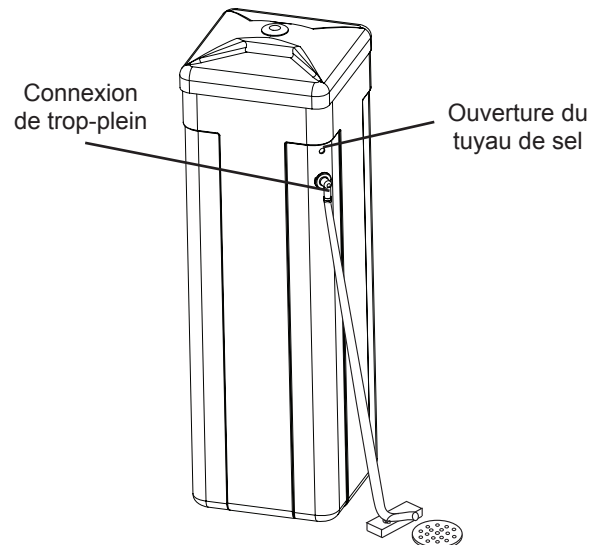

Figure 10 Connexions de tuyaux
**REMARQUE :** Lorsque le tuyau a été poussé dans l'écrou, il ne peut plus être retiré. L'écrou devra être retiré. Voir Figure 10 pour l'assemblage.